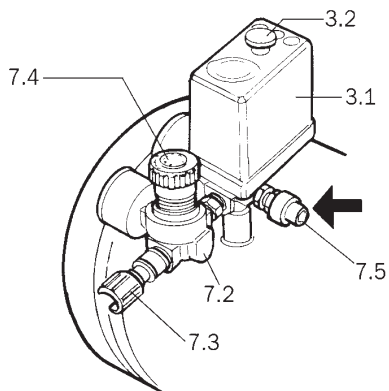

fig. 7
**B** - Mauvais fonctionnement du réducteur de pression 7.2 (figure 7).
### Enclenchement de la vanne de sécurité 7.5 au-dessous des limites de pression préétablis (figure 7)